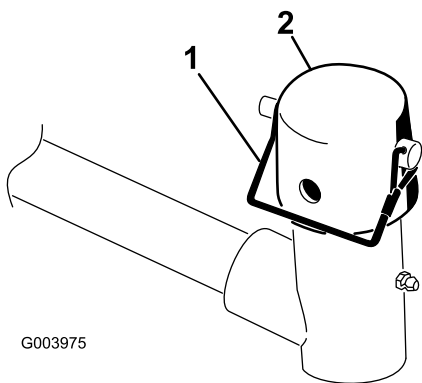

Figura 10
7. Rimuovete la coppiglia dalla forcella di articolazione del braccio di sollevamento. Quindi rimuovete il tappo (Figura 10).
11. Fissate il cappuccio e l'albero del telaio portante alla forcella del braccio di sollevamento con il perno di ritenuta (Figura 10).